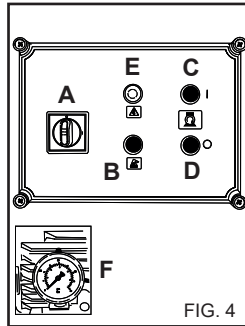

FIG. 4
- 4) Prima o botão C) de arranque (Fig. 4).